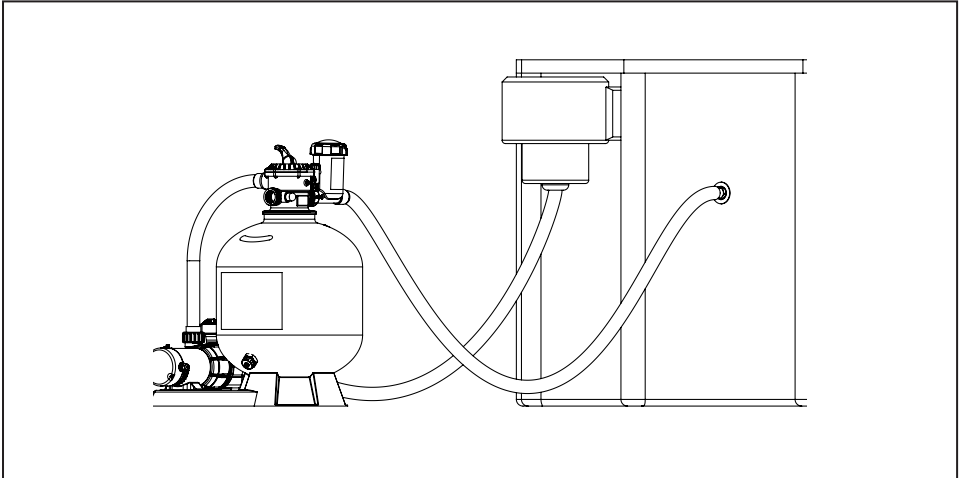

Figure 3a. Configuration d'installation pour tuyau flexible
- Si la tuyauterie de la piscine est en tuyau ondulé ou flexible, installez l'adaptateur de tuyau fourni à la sortie. (Fig. 3a) Prenez l'adaptateur de tuyau de 1-1/2" et installez-le à la sortie avec du ruban adhésif de Téflon (non fourni).